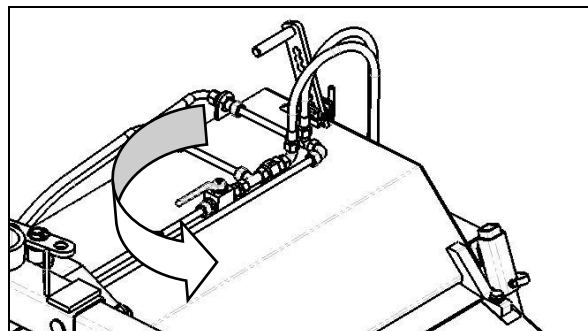
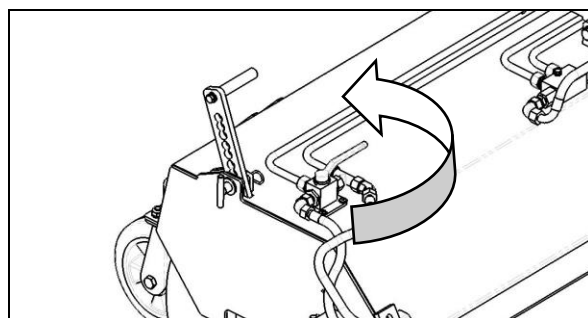

Bild 4.33
Bild 4.34
- Stäng avstängningskranarna till hydraulcilindern för behållartömningssystemet (Fig. 4.33) och hydraulmotorn för sidosoparen (Fig. 4.34).
- Stödhjulen (1) måste vara riktade bakåt.